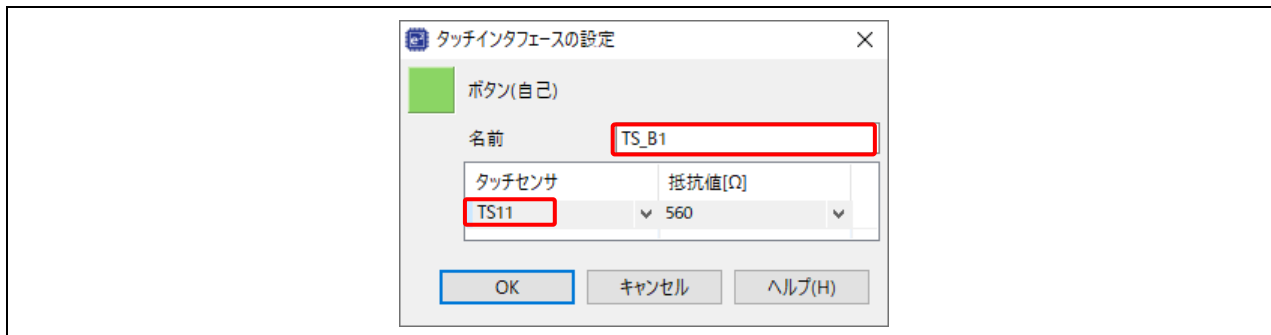

図 14 ボタンへのタッチセンサの割り付け
- (9) ボタンにタッチセンサを割り付けます。
- Button00 ボタンをダブルクリックするとダイアログボックスが表示されます。図 14 のように名前を"TS\_B1"に変更し、MCU のセンサポートはタッチセンサのプルダウンリストから"TS11"を選択して、ボタンに割り付けます。